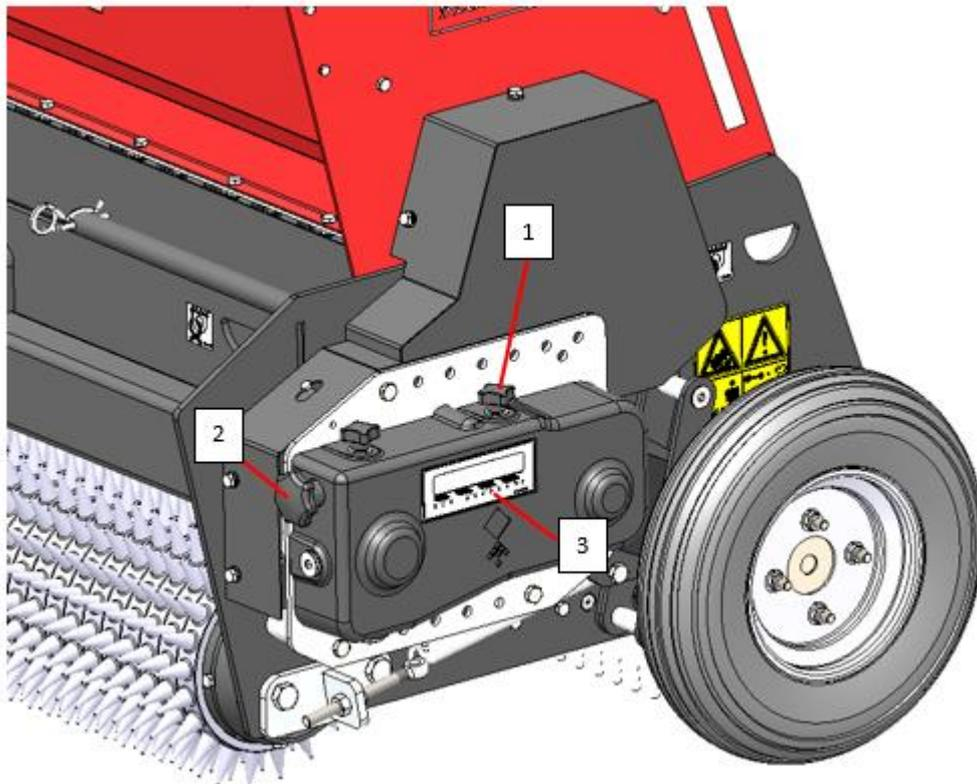

Figura 4
1. Afloje los botones giratorios de ajuste en forma de estrella **(1)** (véase la **Figura 4**).